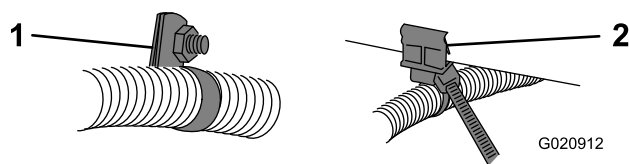

Figure 9
4. Utilisez des serre-câbles et des clips de bord pour fixer le faisceau de câblage à l'intérieur du cadre (Figure 9).